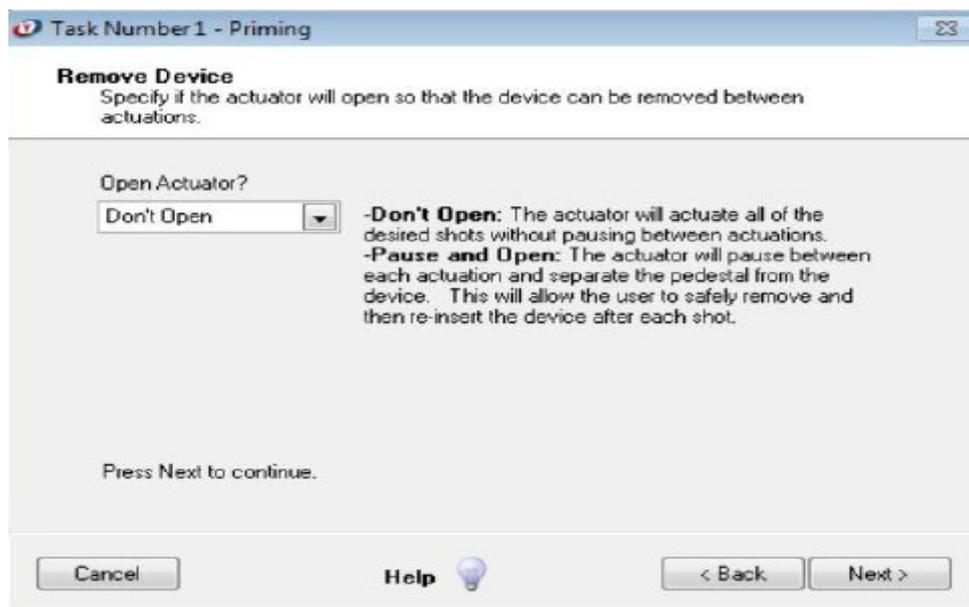

Figura 31. Remoção de detalhes do dispositivo.
f) Defina detalhes da remoção do dispositivo: A função *Remove Device* no software Viota permite que o componente de atuação do atuador Vereo *open* e *pause*, possa ser removido do dispositivo entre atuações sucessivas. Esta função normalmente é usada quando um usuário deseja realizar uma pesagem medida (ou seja, diferença no peso do dispositivo antes e depois da atuação) conforme Figura 31.